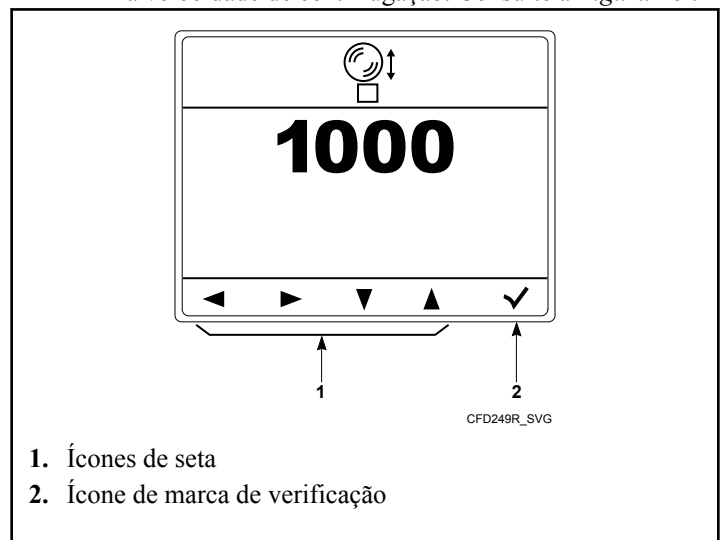

Figura 26
4. Aperte as teclas debaixo dos ícones de seta para ajustar a velocidade de centrifugação. Consulte a *Figura 26*.
5. Aperte a tecla debaixo do ícone de marca de verificação para confirmar a modificação da velocidade de centrifugação. Consulte a *Figura 26*.